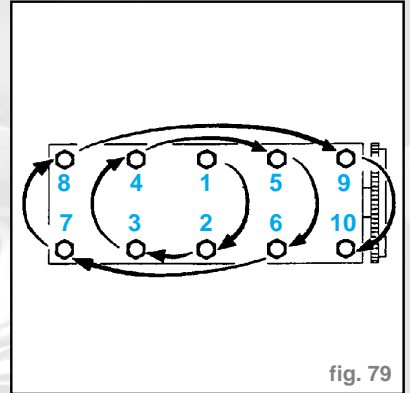

fig. 79
- Déposer les vis de culasse (dans l'ordre indiqué) (fig. 79).